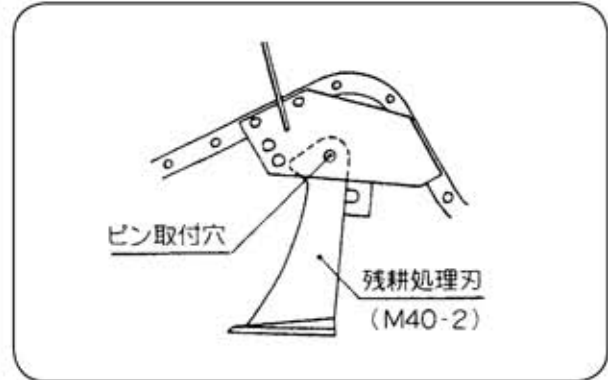

図 50
### (4) 残耕処理刃 (M40-2) セット (オプション部品) (図50)